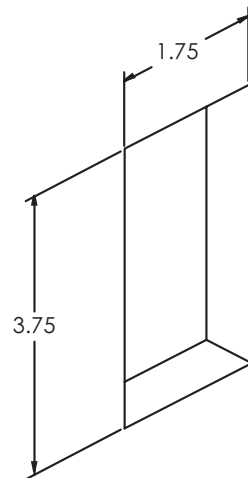

Figure 2 / Figure 2 / Figura 2
6. Cut along the lines, taking care not to get more than an eighth of an inch outside the lines. This will give you a cutout as indicated in **Figure 2**.
6. Découper le long des lignes en ne dépassant pas au-delà de 1/8 po (3 mm), de façon à obtenir une ouverture semblable à celle illustrée à la **figure 2**.